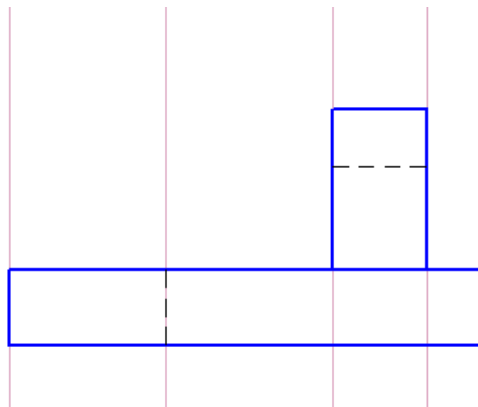

Рис. 19.12
- Для построения вида сверху проведите вспомогательные вертикальные линии (рис. 19.12).